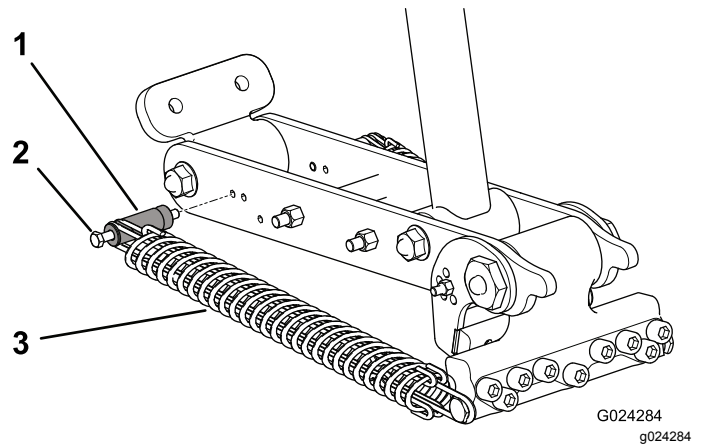
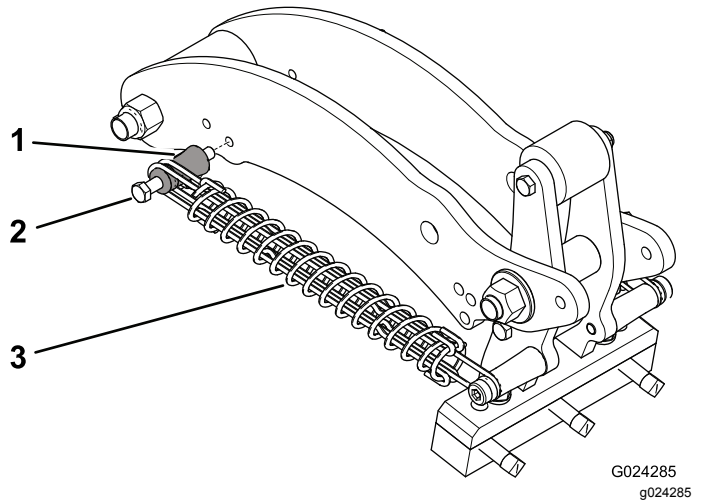

Figura 41
Figura 42
4. Retire a porca que prende o parafuso do poste de montagem da mola no braço de ligação (Figura 41 ou Figura 42).
5. Remova o parafuso do poste de montagem e o poste de montagem do braço de ligação e volte a inserir no outro orifício de ajuste (Figura 41 ou Figura 42).